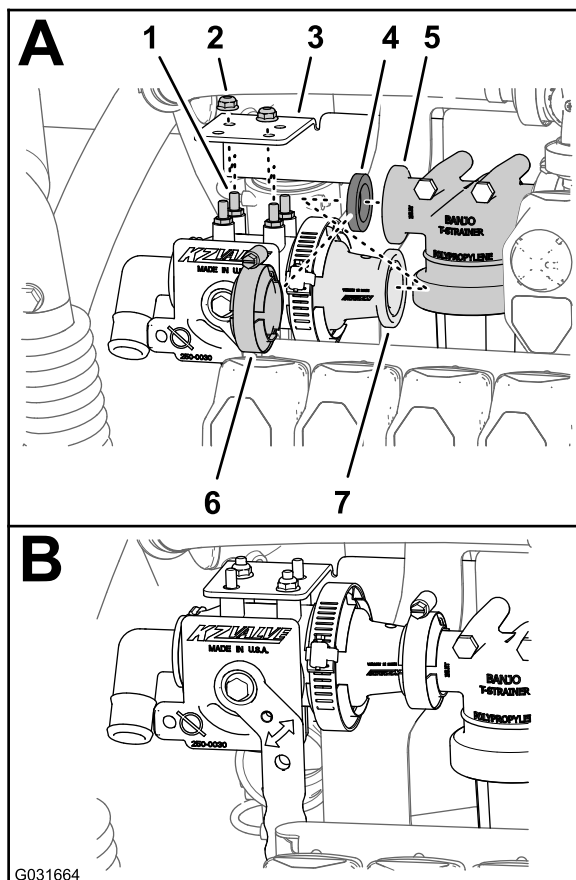

Figura 223
1. Allineate la guarnizione alla flangia della testa del filtro (Figura 223).
valvola di intercettazione (N. cat. 131-3725-03) e l'adattatore della flangia della valvola di intercettazione del fluido con la flangia della testa del filtro e la guarnizione (Figura 223).
3. Montate la valvola di intercettazione del fluido sul supporto della valvola di intercettazione con 2 dadi di bloccaggio flangiati (1/4") – N. cat. Toro 119-6897 nei 2 prigionieri allineati diagonalmente della valvola di intercettazione del fluido, come illustrato nella Figura 223.
5. Fissate l'adattatore della flangia della valvola di intercettazione del fluido sulla flangia della testa del filtro con il morsetto (Figura 223) rimosso alla voce 3 di Preparazione all'installazione della valvola di intercettazione del fluido del nebulizzatore (pagina 106).